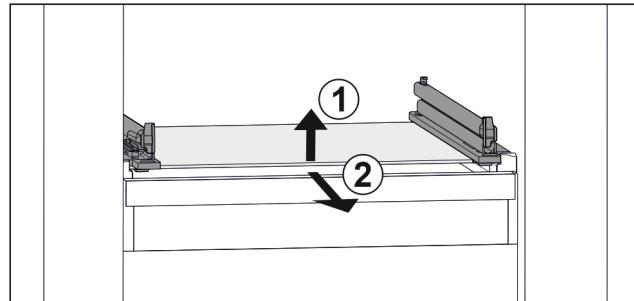

Fig. 46 Shembull ilustrues i pllakës së xhamit
- Ngrijeni lart pllakën e xhamit përparrë. Fig. 46 (1)
- Hiqeni pllakën e xhamit nga përparrë. Fig. 46 (2)